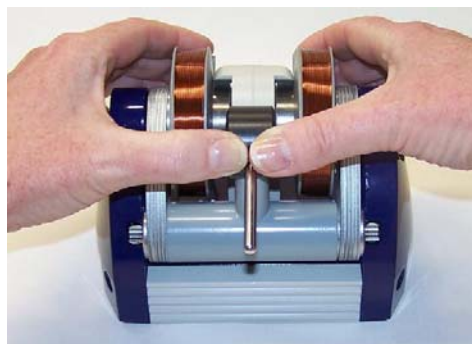

Fig. 7 Retirada da unidade magnética da unidade base
- Fixar o colo com o polegar e puxar com as mãos a unidade magnética para frente, até que o colo se encontre entre os ímãs. Depois retirar a unidade completa da unidade base (ver Fig. 7).